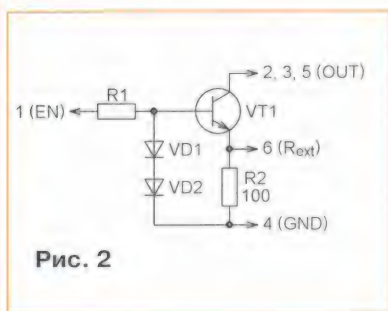

Рис. 2
13. Ответ — 1. Микросхема BCR421U [5] — стабилизатор тока, её внутренняя схема изображена на рис. 2. Ток стабилизации